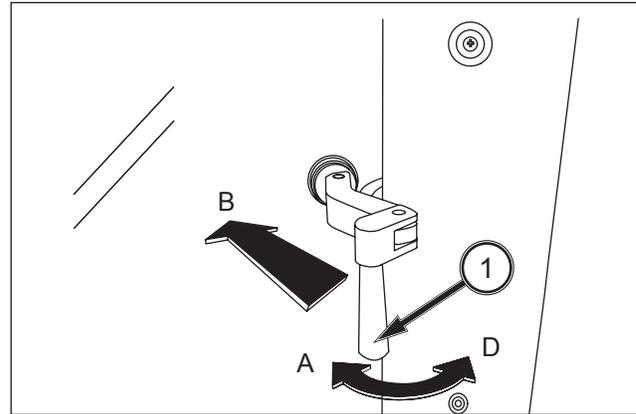

FIG. 122
**FIG. 122 et 123 :** Tirez la poignée (1) pour déverrouiller la vitre (Position A). Poussez la poignée vers l'extérieur pour bloquer la vitre en position ouverte (Position B).